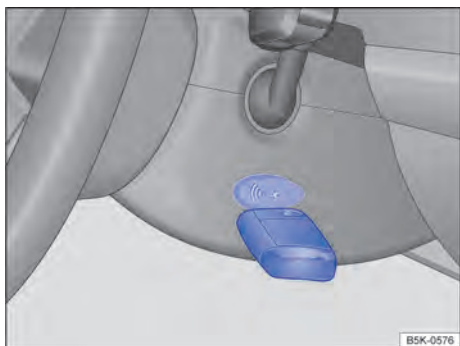

Fig. 92 A la derecha en la columna de dirección: función de arranque de emergencia en vehículos con sistema de bloqueo y de arranque Keyless Access sin llave.
- Mantener la llave del vehículo directamente después de presionar la tecla de arranque a la derecha de la columna de dirección → **fig. 92**.